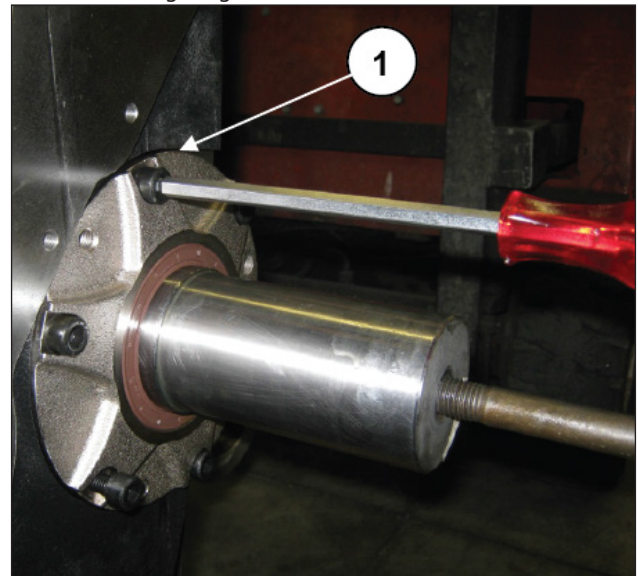
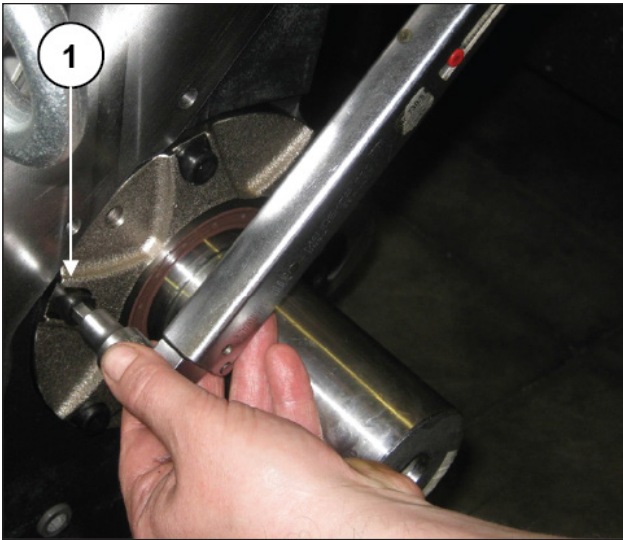

Abb. 119
Abb. 120
Montieren Sie die Dichtung und die Zapfwellendeckel an beide Seiten und ziehen Sie die Befestigungsschrauben M10 an (Pos. ①, Abb. 119 - Abb. 120).